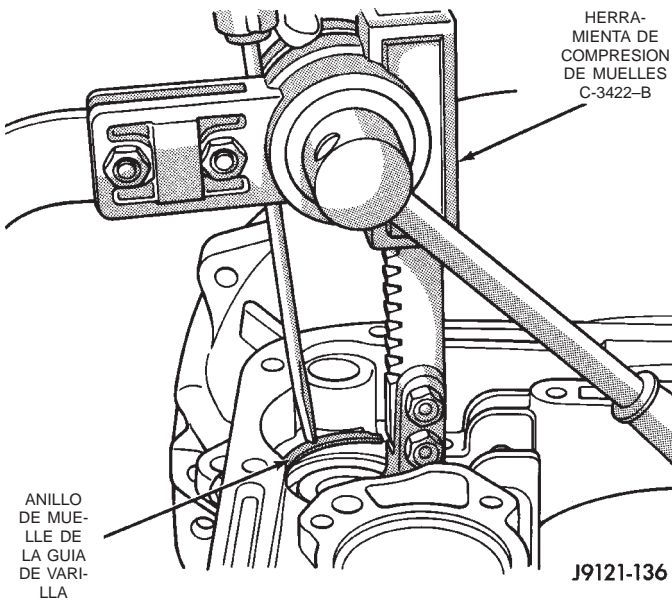
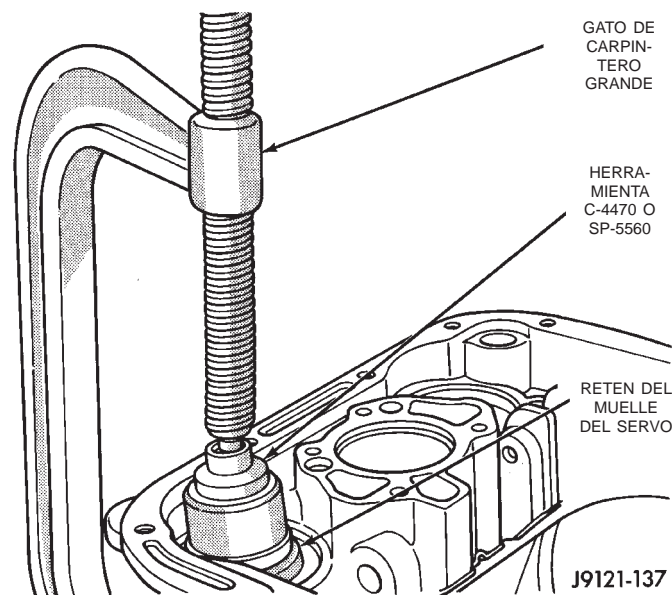

Fig. 91 Compresión del servo delantero
Fig. 92 Compresión del muelle del servo trasero
gato de carpintero grande y herramienta C-4470 o el compresor de muelles C-3422-B (Fig. 91).
(34) Retire el anillo de muelle de guía de la varilla del servo delantero (Fig. 91). **Tenga cuidado al retirar el anillo de muelle. Puede rayarse o mellarse el hueco del servo si no se trabaja con precaución.**
(35) Retire las herramientas compresoras y desmonte la guía de la varilla del servo delantero, el muelle y el émbolo del servo.
(36) Comprima el retén del muelle del servo trasero alrededor de 1,5 mm (1/16 de pulgada) con el gato de carpintero y herramienta C-4470 o SP-5560 (Fig. 92). El compresor de muelles de válvulas C-3422-B puede utilizarse también para comprimir el retén del muelle.
(37) Retire el anillo de muelle del retenedor de muelle del servo. Luego retire las herramientas de compresión y retire el muelle y émbolo del servo trasero.
(1) Instale el émbolo, muelle y retenedor de muelle del servo trasero. Comprima el muelle y retenedor del servo trasero con la herramienta de compresión C-3422-B (Fig. 92) o un gato de carpintero grande.
(2) Instale el émbolo, muelle y guía de varilla del servo delantero. Comprima la guía de varilla del servo delantero con el Compresor de muelles de válvula C-3422-B e instale el anillo de muelle del servo (Fig. 91).